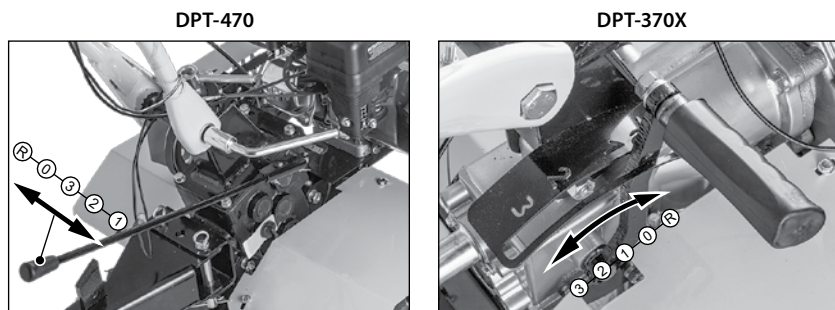

Рис. 17
1. Установите нейтральную скорость «0» (рис. 17).
4. Выберите нужную передачу (рис. 17).